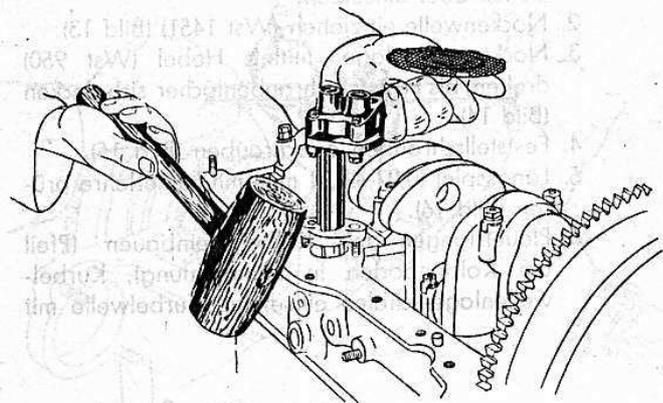

Bild 10
- 12. Kurbelgehäuseunterteil abschrauben, Ölpumpe ausbauen, vorsichtig mit Holzhammer von unten nach oben schlagen (Bild 10).